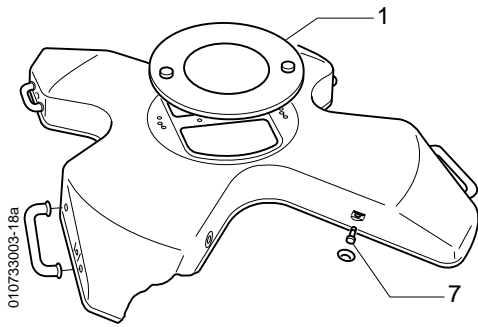

FIG. 1
- 1) Die zentrale Abdeckhaube entfernen (Abb.1).
- 1) Retirer le capot central n°1 (FIG. 1). Dévisser les 8 vis imperdables n°7 du grand capot et les faire prendre de quelques tours sur le capot. Retirer le grand capot.